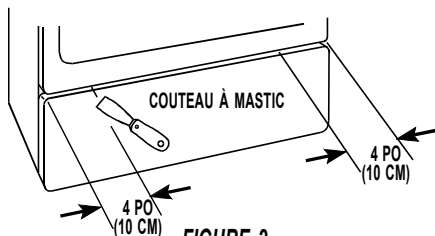

FIGURE 2
- a. Si le panneau est rectangulaire, enlever la partie inférieure du panneau en ôtant les deux (2) agrafes de blocage avec un couteau à mastic; les agrafes sont situées à 4 po (10 cm) de chaque côté du sommet du panneau de l'ouverture d'accès. Voir Figure 2.
- b. Si le panneau est cintré, enlever la partie inférieure du panneau de l'ouverture d'accès : ôter les deux (2) vis situées dans les angles inférieurs gauche et droit du panneau.